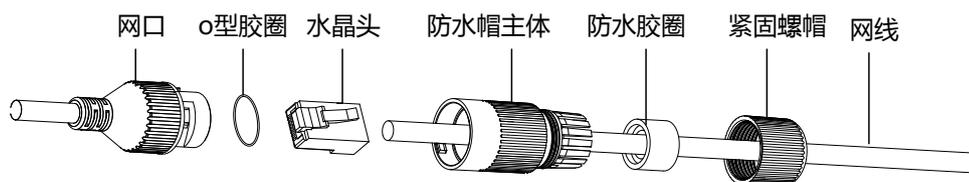

图2-5 网口防水套
部分网络摄像机出厂时配有网口防水套，如您在室外安装使用时，需安装网口防水套，防止线路遇水短路，网口防水套配件如图 2-5 所示。
- 步骤1 如您已布置好网线线缆，请将和摄像机连接的一端网口水晶头剪开，网线穿过如图 2-5 所示的紧固螺帽、防水胶圈、防水帽主体；